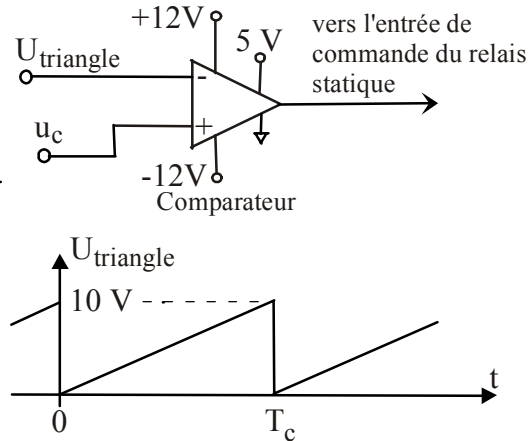

Figure 5 : pilotage du relais statique
C.1.2. Le signal de commande du relais statique est construit par l'intermédiaire du montage suivant (figure 5) :